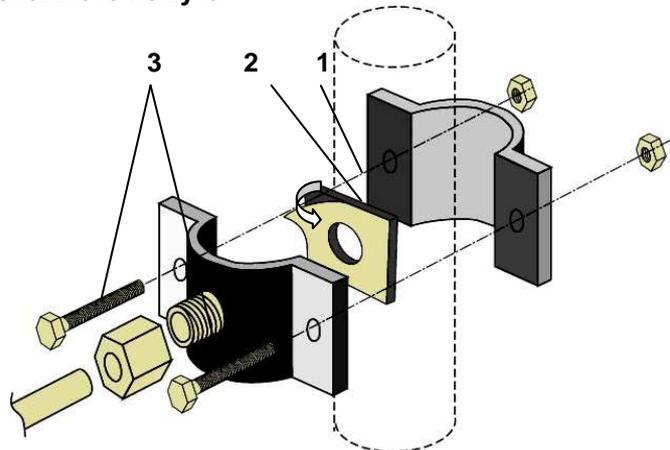
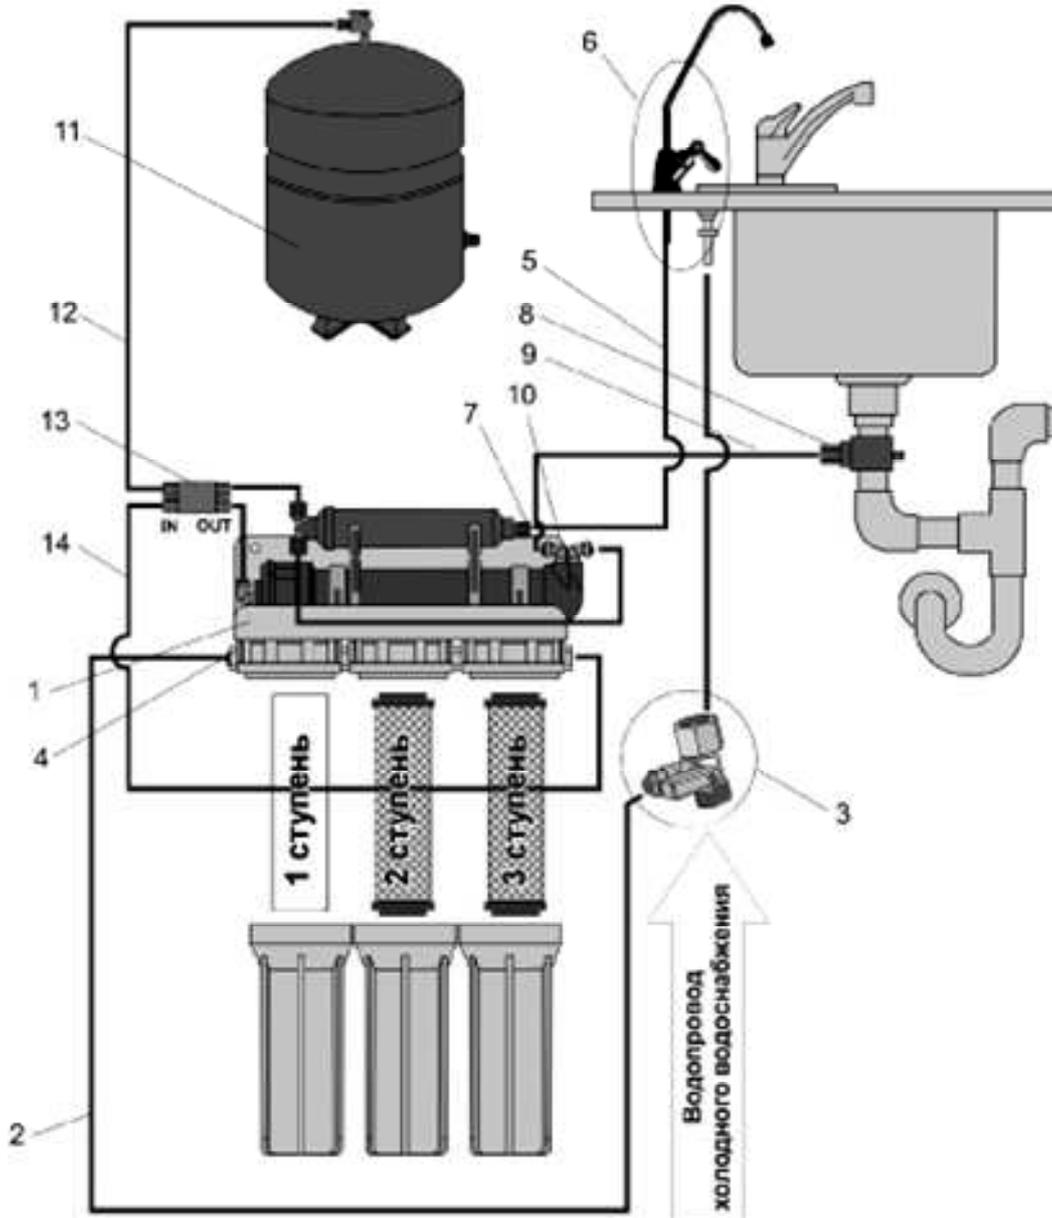

Рисунок 4
Рисунок 7
9. Дренажный хомут (рис. 4)	1 шт.
Установка водоочистителя (рис. 7)
- **К дренажному хомуту (8).** На трубку (9), отходящую от дренажного штуцера корпуса мембранного элемента (10) (см. рис. 7), наденьте пластиковую гайку и наверните гайку (4) на штуцер дренажного хомута (см. рис. 4).
- **К баку-накопителю (11).** На пластиковую подводящую трубку наденьте накидную гайку, вставьте в трубку пластиковую гильзу и наверните гайку на штуцер крана бака-накопителя. Другой конец трубки (12) подсоедините к свободному штуцеру мембранного клапана (13). Для этого вставьте предварительно смоченный водой конец трубки во втулку штуцера до упора на глубину примерно 15 мм.
- Отсоедините трубку JG (14) от штуцера мембранного клапана (13). Соединение JG: выньте из под пластиковой втулки стопорную клипсу, нажмите на торец пластиковой втулки, вытяните трубку (или открутите накидную гайку – соединение JACO).
- Слейте через эту трубку воду в течении 15 минут, открыв основной вентиль системы холодного водоснабжения и входной кран* (см. Рис. 7, поз. 3).
- Подсоедините трубку JG (14) (просто вставьте предварительно смоченный водой конец трубки во втулку мембранного клапана (13) до упора на глубину примерно 15 мм) или накрутите накидную гайку.
1. Закройте кран на баке-накопителе (флажок крана должен быть повернут перпендикулярно выходящей трубке) и откройте входной кран* (см. Рис. 7, поз. 3).
Для замены постфильтра угольного (см. рис. 7):